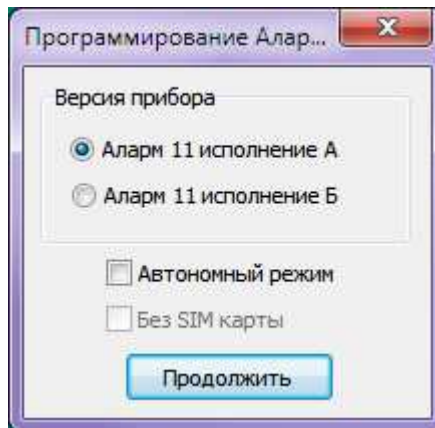

Рисунок 1
3.1.1 Запустить файл Alarm11prog.exe. На экране ПЭВМ появится окно выбора типа прибора (рисунок 1). После выбора типа программируемого прибора нажать кнопку «Продолжить».